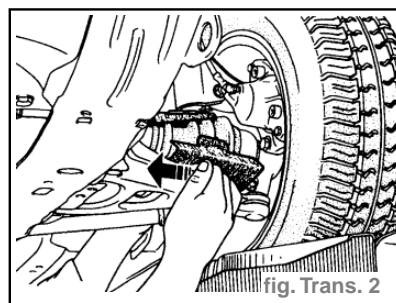

fig. Trans. 2
- Véhicule sur ses roues, procéder à la dépose des protecteurs en carton en les déchirant. (fig. Trans. 2)